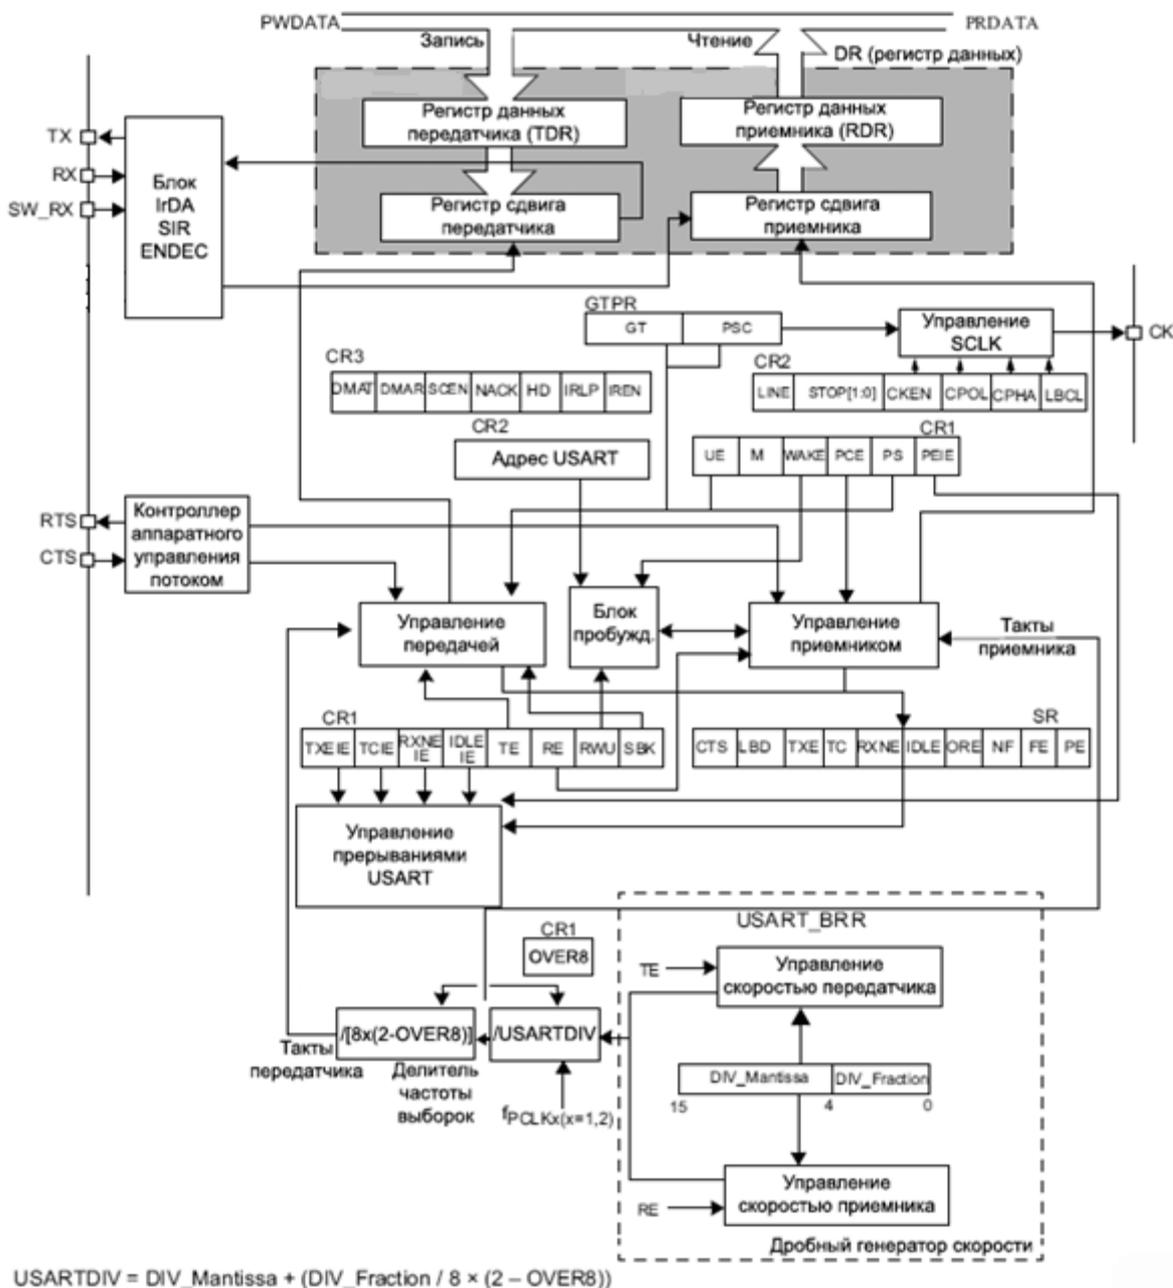

Рисунок 119 – Блок схема USART
Интерфейс подключается к внешним приборам при помощи трех выводов (см. рисунок 119). Любая двунаправленная передача данных USART требует минимум два вывода: вход для данных (RX) и выход для передачи данных (TX):
Во время передачи USART данные сдвигаются на вывод TX, младший значащий бит (LSB) идет первым. В данном режиме, регистр USART_DR состоит из буфера (TDR) между внутренней шиной и регистром сдвига передачи (см. рисунок 119).